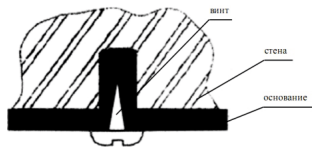

Рис. 2. Установка завесы
6.3 Завеса устанавливается на стене навешиванием с помощью пазов в основании на винты, предварительно установленные в стене (рис.2 Приложения).